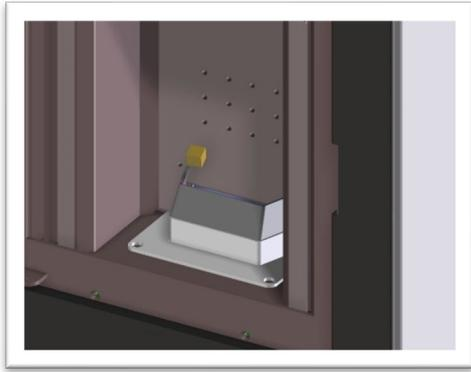

Abb. 23
4. **Öffnen Sie die Haupttür mit dem abnehmbaren Griff, stellen Sie den Feueranzünder (fester ökologischer Typ) auf die Pellets im Brennerschale und zünden Sie ihn an (Abb.23); die Tür 5 Minuten oder länger offen lassen, je nach Temperatur des Raumes und des Kamins; Schließen Sie die Tür erst, wenn die Flamme eine Mindesthöhe von ca. 7 cm erreicht hat, d. h. wenn die Flamme die Löcher in der Rückwand berührt. Ab diesem Moment ist der Ofen an und die Kamintür kann geschlossen werden.**